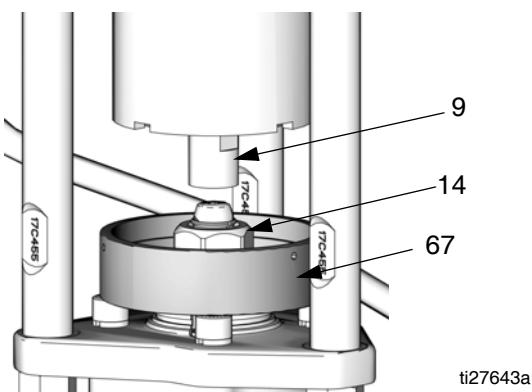

FIG. 9. Position du collecteur
2. Faites fonctionner le moteur par à-coups pour déplacer le piston de coulisseau (9) vers le haut, afin d'obtenir le jeu nécessaire pour faire rentrer le collecteur (67) entre le coulisseau et la tige de piston.
3. Consultez la FIG. 9. Positionnez le collecteur (67) sur l'écrou d'accouplement (14) et lâchez-le sur la tige de piston de la pompe.